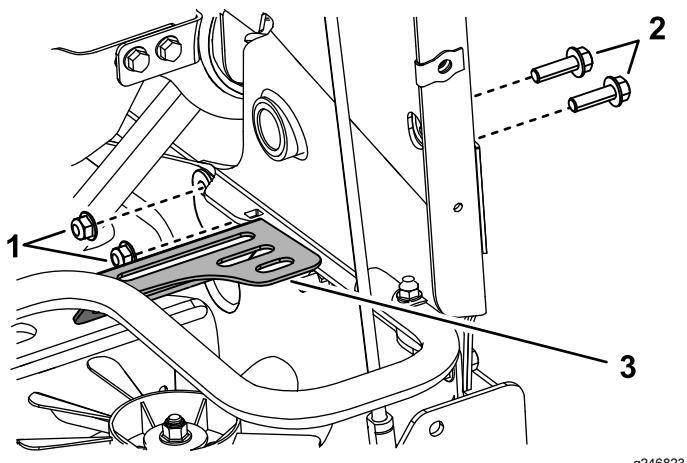

Figura 30
- Retire los 2 pernos y las 2 tuercas del lado derecho de la máquina, y utilícelos para instalar el protector del ventilador (Figura 30). Apriete los pernos a 37–45 N·m (27–33 pies-libra).